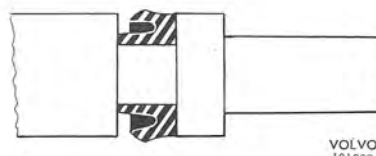

Bild 65. Kolvpäckning
4. Inspektera detaljerna. Är cylinderytorna repade eller rostskadade byts ventilen komplett. Med felfria cylinderytor byts kolven komplett. Kontrollera därvid att packningen är vänd enligt bild 65.